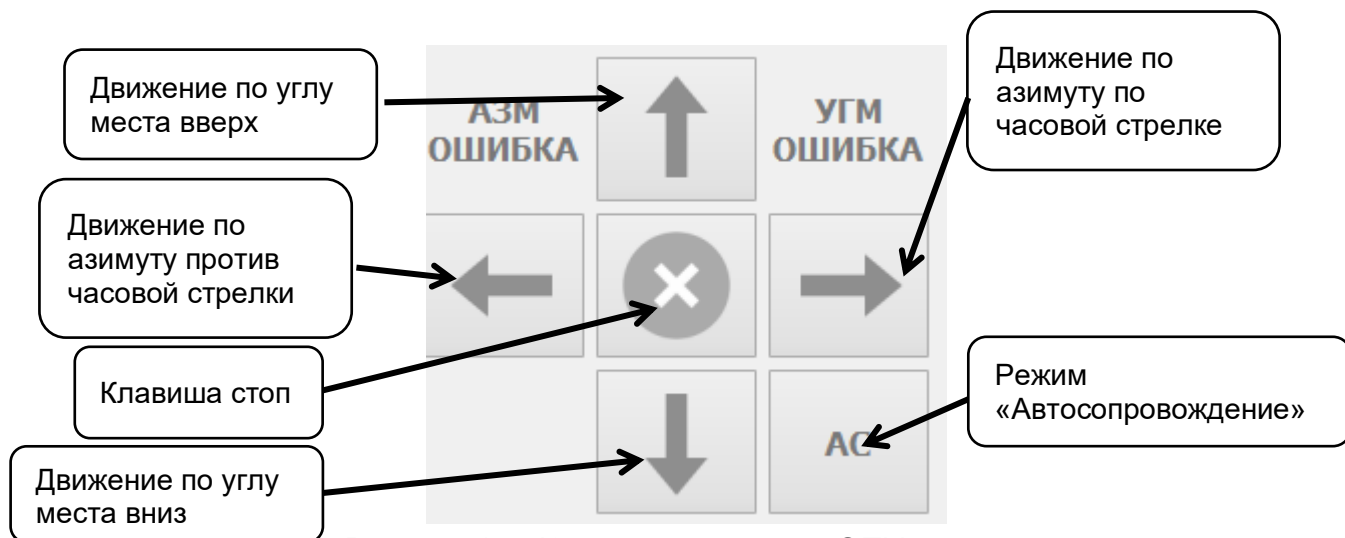

Рисунок 18 - Клавиши движения ОПУ по осям
3.1.3.10 Выполнить движение ОПУ (нажатие на клавиши движения по осям, см. рисунок 18) по каждой из осей, убеждаясь, что направление движения соответствует нажимаемой кнопке.